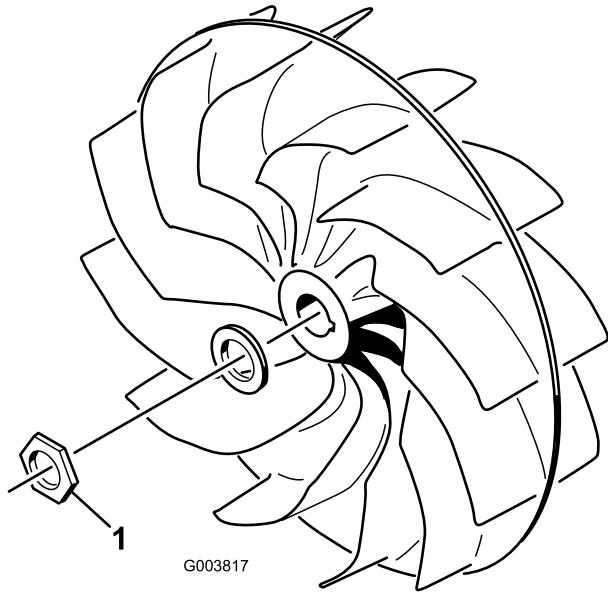

Figura 12
- Apriete la tuerca de montaje del ventilador (Figura 12) a 678 N·m.